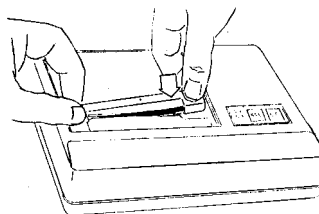
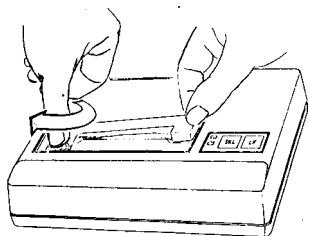

图 2-5 先放左端
图 2-6 按箭头方向转动旋钮
3、取新的色带盒，掌握色带盒的姿势同步步骤 2。首先将左端轻轻放在机头左端的齿轮轴上，右端稍微抬起，不要放下，如图 2-5 所示。这时如发现左端压下时较吃力，请再抬起色带盒，如图 2-6 所示，右手拿稳色带盒，左手拇指按住色带盒左面的旋纽，按箭头方向稍微转动一下，再重新放下色带盒。这个过程也许要重复几次。